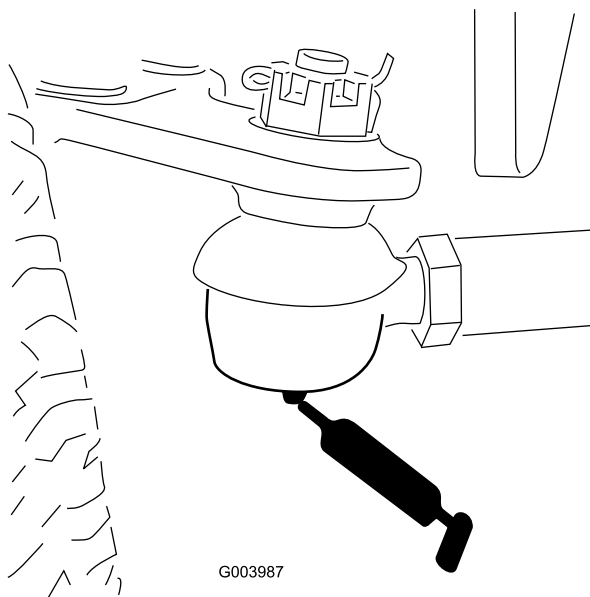

Рисунок 57
- Тяги заднего моста (2 шт.) (Рисунок 57)